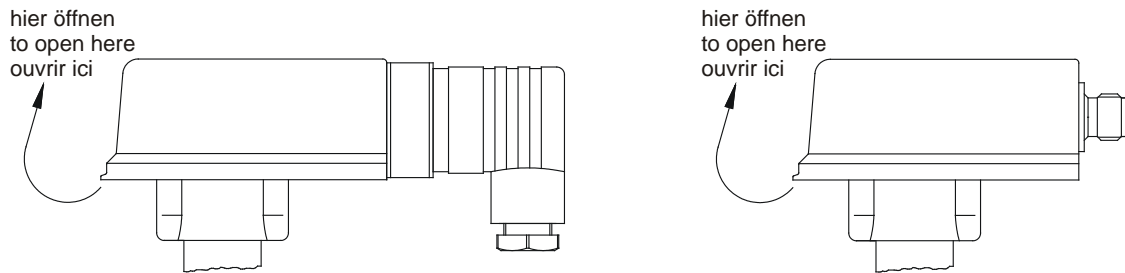

Fig.17
- Pour régler l'unité de commutation, ouvrir le couvercle de la tête de commutation (→ Fig. 17) (pas avec VK3...)